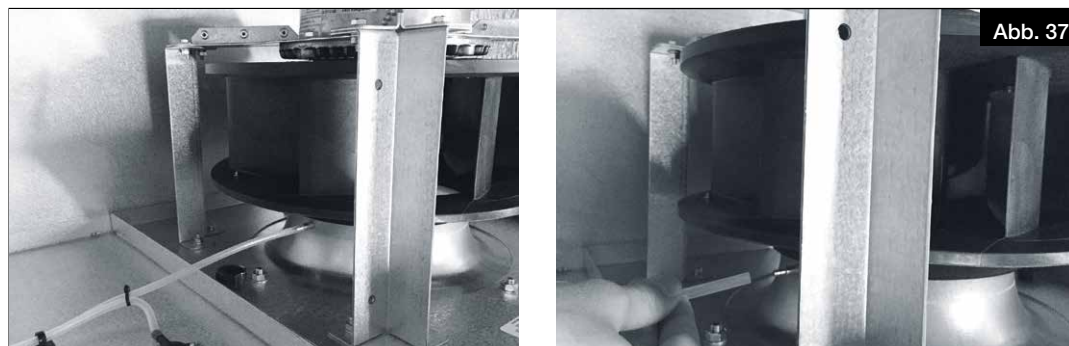

Abb. 37
3. Druckschläuche des Lüfters entfernen, s. Abb. 37.